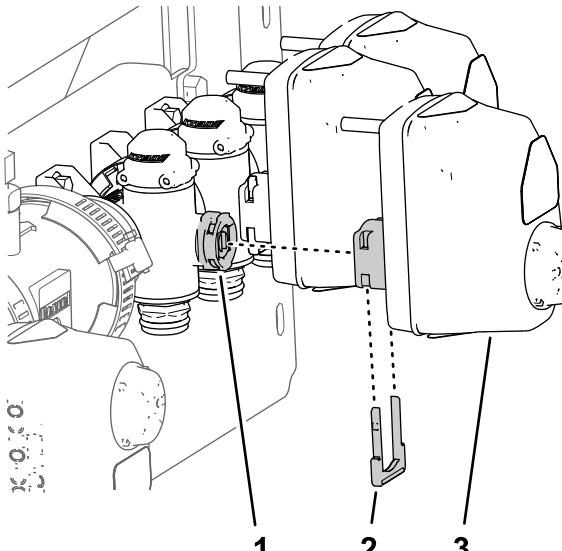

図 51
8. ステップ2 バルブアクチュエータの取り外し(ページ21)で外したブームバルブ用カップラを、マニホールドバルブのステムポートに合わせる図51。
9. リテーナ図 51ステップ 1 バルブアクチュエータの取り外し(ページ 21)で外したものを使用して、ブームバルブアクチュエータをマニホールドバルブに固定する。